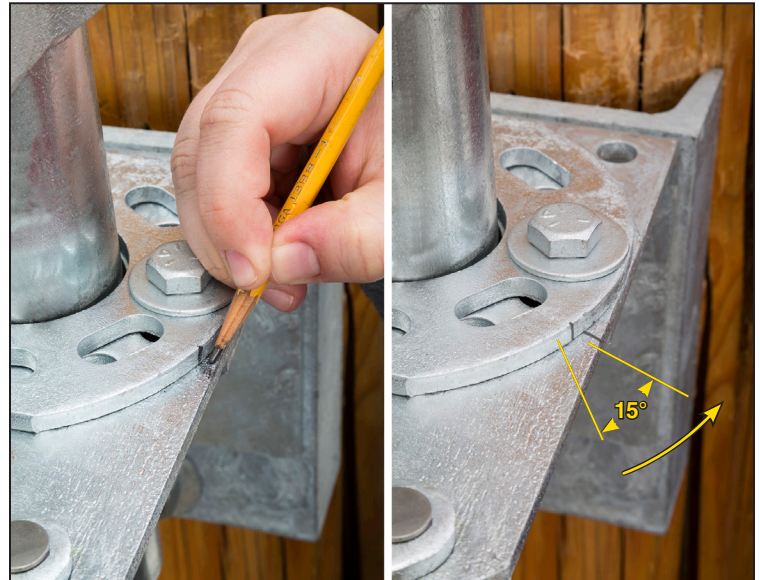

Figura 34. Marque la placa de tope y después afloje la tornillería y gire la placa de tope cerrada hacia atrás aproximadamente 15 grados.
Marque la posición de la placa de tope cerrada. Vea la Figura 34 (izquierda).
- (c) Levante la palanca fuera del camino y gire la placa de tope cerrada 15 grados más al contrario de las manecillas del reloj desde la marca. Vea la Figura 34 (derecha). Asegúrese que las líneas de la placa de tope abierta estén alineadas con la marca hecha previamente en el Paso 28. Apriete la tornillería de la placa de tope a 40 pies libras.